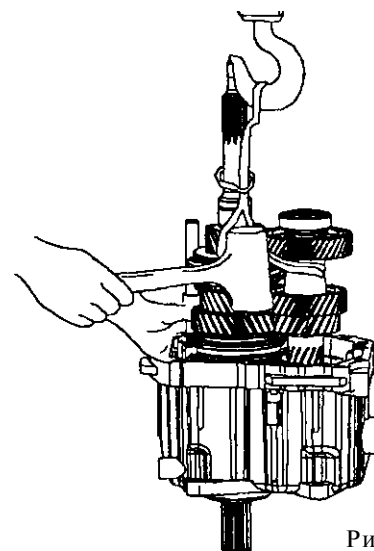

Рис. 6.14. Демонтаж валов
-для упрощения демонтажа закрепите вторичный вал, промежуточный вал и вал переключения передач веревкой или ремнем и подвесьте (рис. 6.14);
13. После нагревания произведите демонтаж валов, слегка ударя по заднему картеру резиновым молотком (см. рис. 6.14).